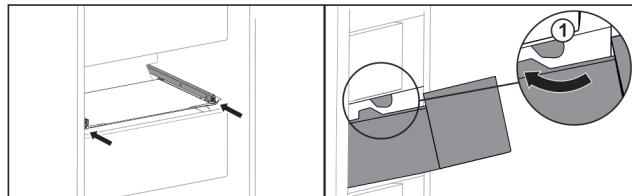

Fig. 53
- Прокарарайте чекмеджето около ограничителите Fig. 53 (1).